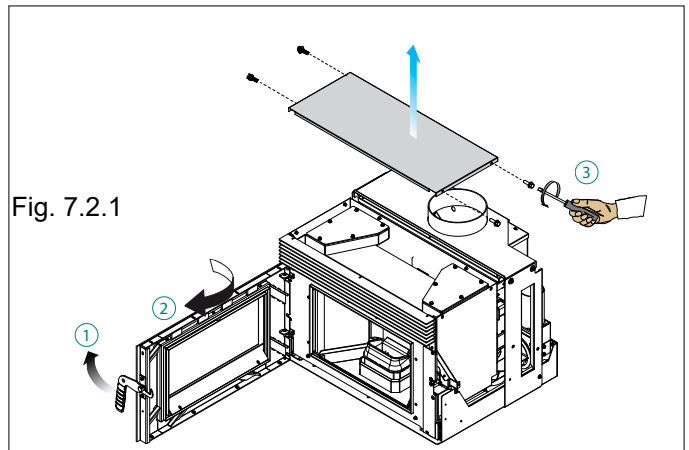

Fig. 7.2.1
- A) Abrir la puerta (1) quitar el panel superior (2), desatornillar y quitar el panel superior (3) (Fig. 7.2.1)